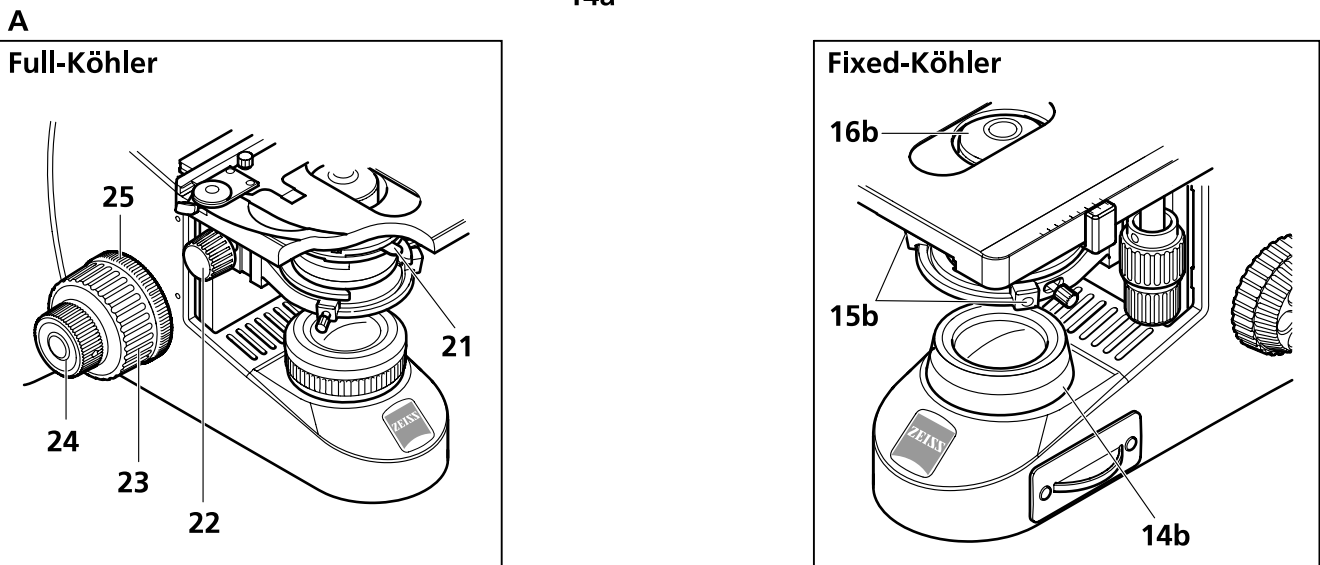
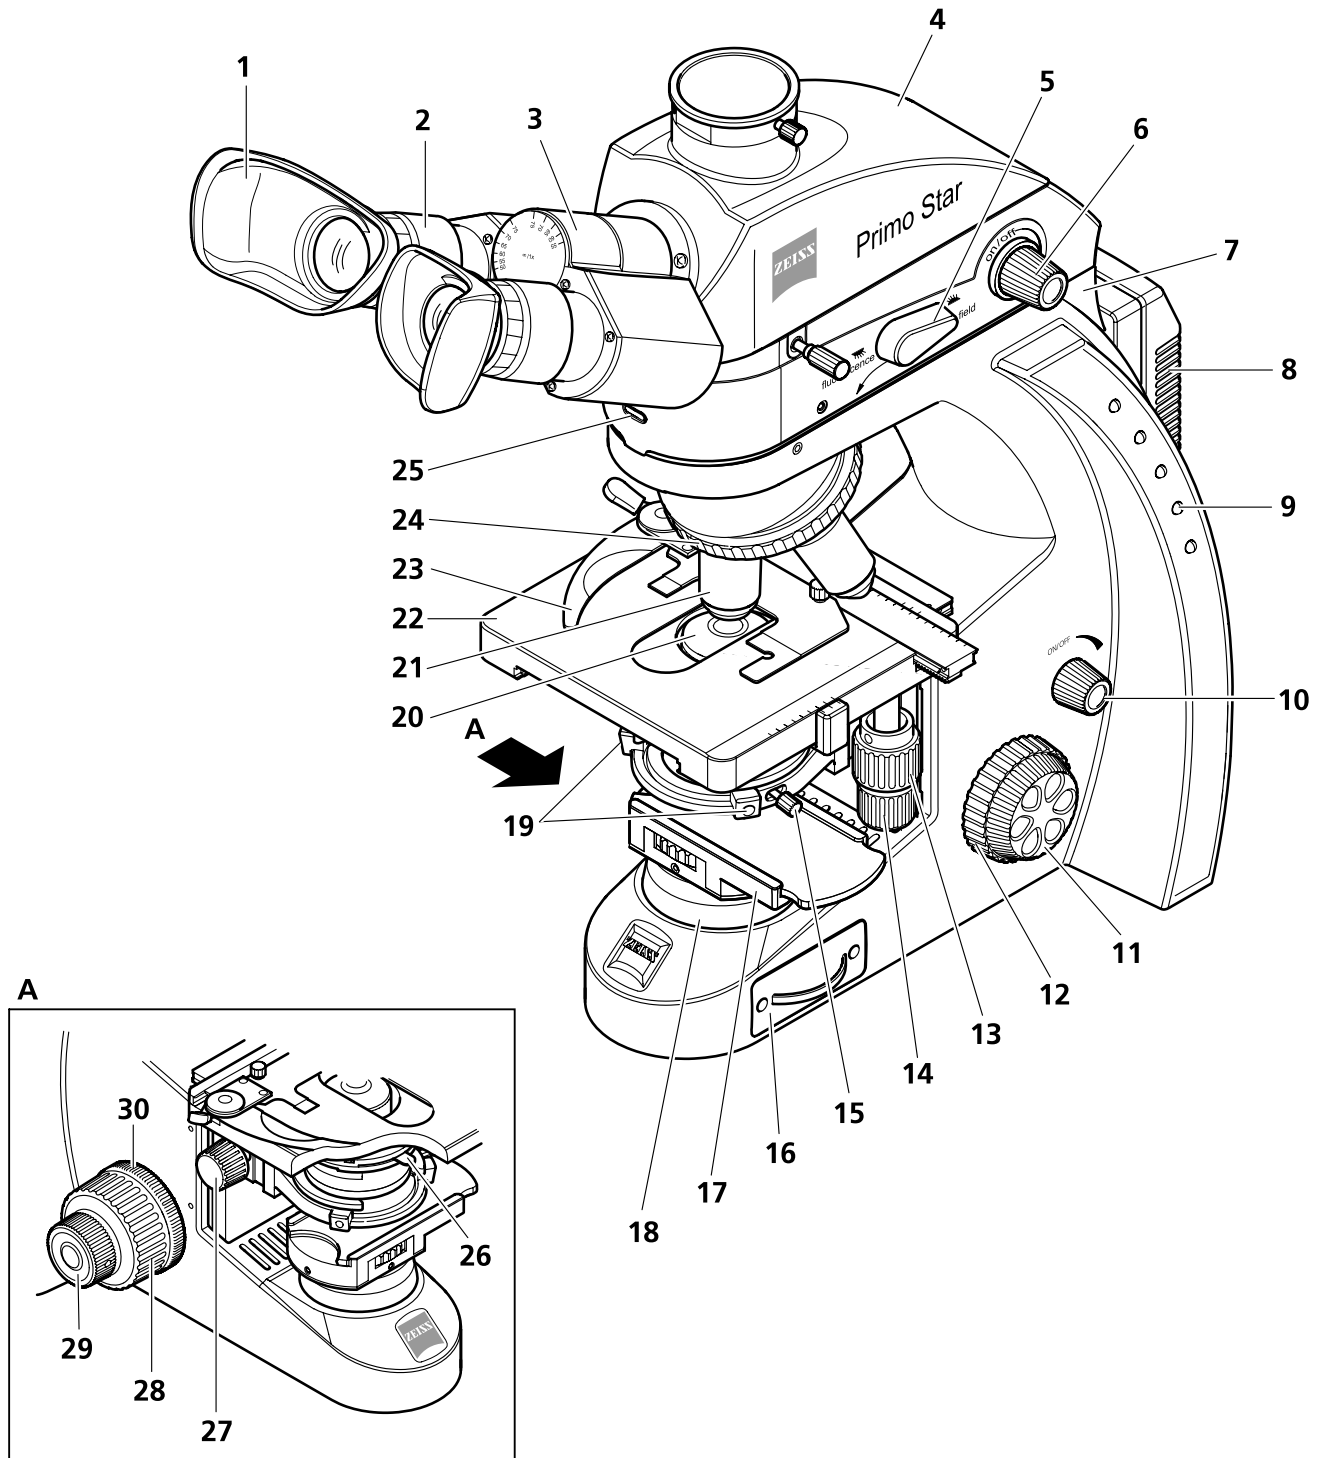

Figura 16 Elementos de comando Primo Star
Figura 17 Elementos de comando Primo Star iLED
O ajuste selecionado é visualizado em cinco escalões pelos diodos emissores de luz azul (Figura 16/6), dispostos nos dois lados do estativo.
- A suavidade da marcha do comando macrométrico (Figura 16/25 ou Figura 17/30) é regulada em fábrica, mas pode ser reajustada se for preciso.
- Girar o comutador para luz transmitida / luz refletida (Figura 17/5) para cima, à posição de luz transmitida (**Brightfield**).
- Ligar o módulo de luz transmitida mediante o botão giratório (Figura 17/10) e ajustar a intensidade luminosa desejada.
O ajuste selecionado é visualizado em cinco escalões pelos diodos emissores de luz azul (Figura 17/9), dispostos nos dois lados do estativo.
- Girar o comutador para luz transmitida / luz refletida (Figura 17/5) para cima, à posição de luz refletida (**Fluorescence**).
- Ligar o módulo de luz refletida mediante o botão giratório (Figura 17/6) e ajustar a intensidade luminosa desejada.
Ligada a iluminação de luz refletida, está acesa a lâmpada de controle (Figura 17/25), disposta no lado dianteiro do módulo de luz refletida, correspondendo a luminosidade da lâmpada de controle à intensidade luminosa ajustada.
**Legenda relativa à Figura 16:**
**Legenda relativa à Figura 17:**
- Colocar um objeto rico em contrastes com o cobre-objetos de 0,17 mm para cima, no porta-objetos da platina em cruz. Fixar o objeto mediante a alavanca de mola (Figura 16/19).
- Levantar o condensador de Abbe, mediante o parafuso serrilhado para o deslocamento em altura (Figura 16/22), ao encosto superior e levar a alavanca do diafragma de abertura (Figura 16/21) à posição central.